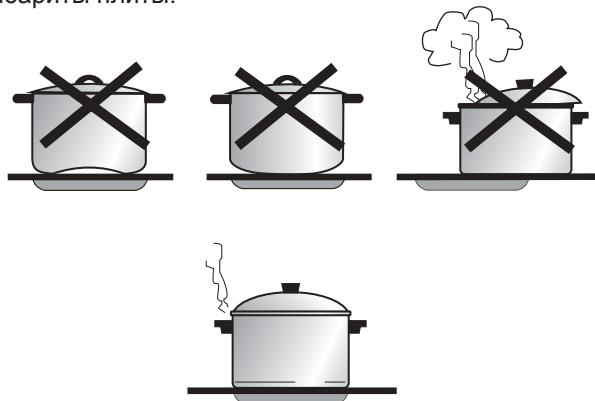

Рис.2
- Посуду нужно устанавливать точно по центру зон нагрева, выделенных рисунком на столе. (рис.2).